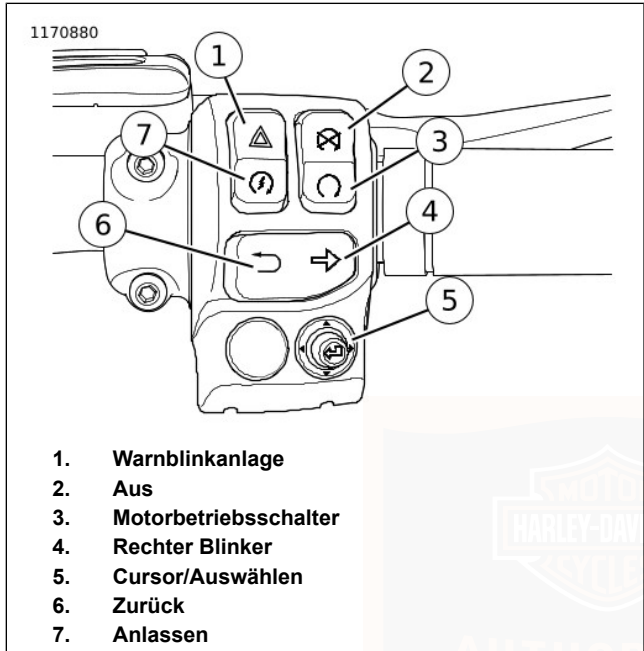

Abbildung 26. Rechtes Schaltermodul (typisch)
Siehe Abbildung 26. Der Warnblinkerschalter (1) dient zur dauerhaften Aktivierung des Vierfach-Warnblinkers bei einem liegengelassenen Motorrad. Mithilfe der Warnblinker kann das Motorrad mit ausgeschalteter Zündung zurückgelassen werden, bis Hilfe geholt wird. Siehe Tabelle 28.
Siehe Abbildung 26. Den Motorbetriebsschalter in Stellung OFF (AUS) (2) drücken, um den Motor abzustellen. Siehe Tabelle 28.
Siehe Abbildung 26. Den Motorbetriebsschalter in Stellung RUN (BETRIEB) (3) drücken, damit der Motor angelassen und betrieben werden kann. Der Motorbetriebsschalter muss sich in der Stellung RUN (BETRIEB) befinden, damit der Motor angelassen und betrieben werden kann. Siehe Tabelle 28.
Siehe Abbildung 26. Den rechten Blinkerschalter (4) zur Aktivierung des rechten Blinkers betätigen. Siehe Tabelle 28.
Siehe Abbildung 26. Mit der Fünfweg-Taste „CURSOR/AUSWÄHLEN“ (5) werden bei entsprechend ausgestatteten Fahrzeugen Radiofunktionen betätigt. Siehe BOOM! BOX BEDIENUNGSANLEITUNG. Siehe Tabelle 28.
Siehe Abbildung 26. Mit dem hinteren Schalter (6) können bei entsprechend ausgestatteten Fahrzeugen Radiofunktionen bedient werden. Siehe BOOM! BOX BEDIENUNGSANLEITUNG. Siehe Tabelle 28.
2. Siehe Abbildung 26. Den Motorbetriebsschalter in die BETRIEB-Stellung bringen (3). Das Getriebe in den Leerlauf schalten. Die (grüne) Leerlauf-Kontrollleuchte leuchtet auf. Siehe FUNKTIONSWEISE > ANLASSEN DES MOTORS (Seite 129).
3. Den Anlasser durch Drücken des Anlasserschalters (7) betätigen. Siehe Tabelle 28.